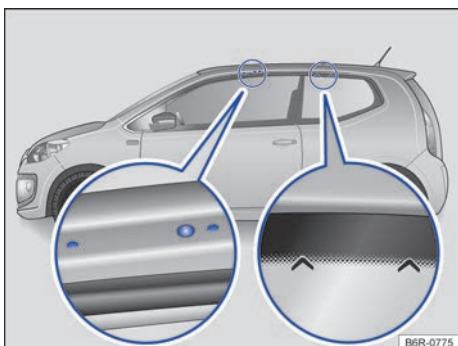
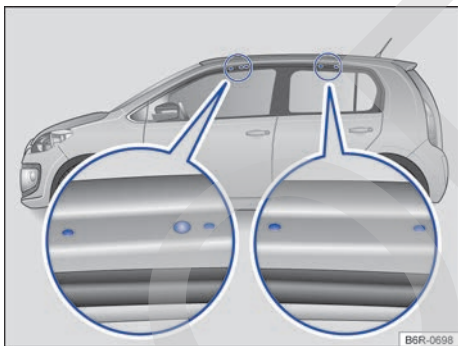

Fig. 69 Puntos de fijación de los soportes de base del portaequipajes de techo (ambos lados) - vehículos 2 puertas.
Fig. 70 Puntos de fijación de los soportes de base del portaequipajes de techo (ambos lados) - vehículos 4 puertas.
Los agujeros o marcas de los puntos de fijación de los soportes de base delanteros se encuentran en el lado inferior de las vigas del techo → **fig. 69** (lupa izquierda). Los agujeros o marcas sólo se ven con las puertas abiertas.
Las marcas para fijar los soportes de base traseros se encuentran sobre el vidrio lateral → **fig. 69** (lupa derecha).
Los agujeros o marcas de los puntos de fijación de los soportes de base delanteros se encuentran en el lado inferior de las vigas del techo → **fig. 70** (lupa izquierda). Los agujeros o marcas para fijación traseras se encuentran en el lado inferior de las vigas del techo → **fig. 70** (lupa derecha).
- Fijar los soportes de base sólo en las marcas indicadas en la figura → **fig. 69** o → **fig. 70**.